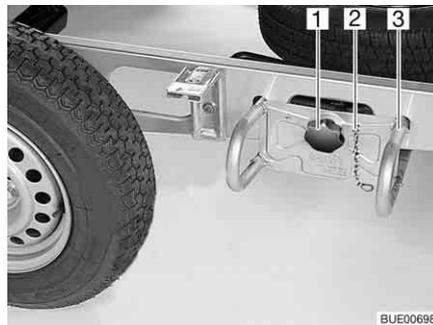

Fig. 235 Soporte para rueda de repuesto
- Desenganchar la cadena de seguridad (Fig. 235,2).
- Aflojar y desenroscar el tornillo de mando estrellado (Fig. 235,1).
- Extraer el portador de la rueda de repuesto (Fig. 235,3) unos 10 cm y depositarlo en el piso.